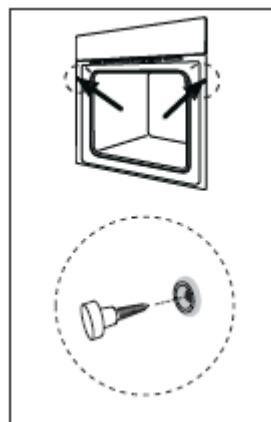

Abb. 2
3. Befestigen Sie den Ofen mit den zwei Schrauben, die in die Löcher am Ofenrahmen passen, am Umbauschrank. Abbildung 2